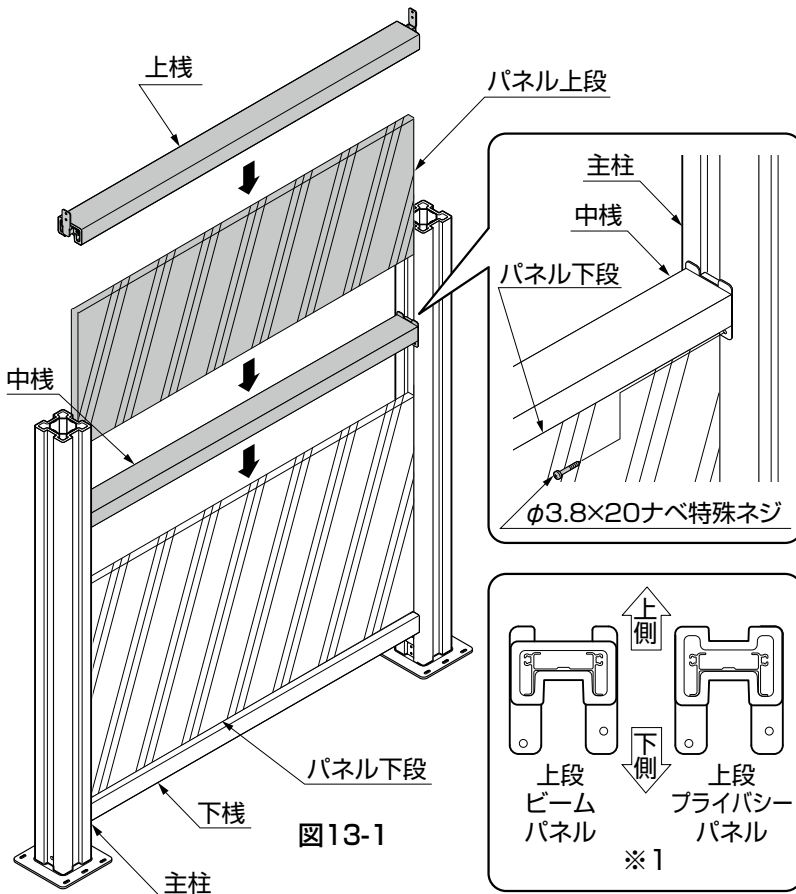

図13-1
- ① 主柱に取付ける中棧のネジ孔を下側にして、支柱溝部に中棧をスライドさせて取付けてください。
- ② 中棧の下側溝をパネルに合わせて組付位置を決めてください。(図13-1参照)